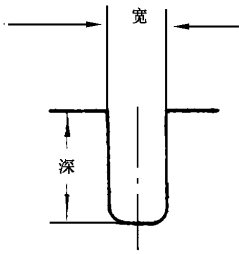

图1 U型槽
3.4.1 人工槽口是分别刻制在样管的内、外表面上的纵向(平行于管轴线)刻痕,槽截面形状为 U 型(如图 1 所示)。其尺寸如下表所示: